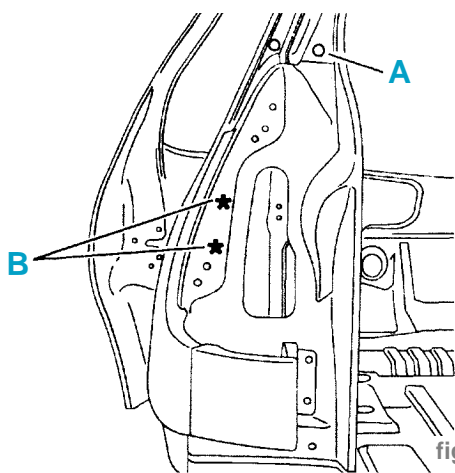

fig. CAR. 261
- Percer à Ø 6,5 mm pour soudage ultérieur par points bouchons (suivant A) (fig. CAR. 261).